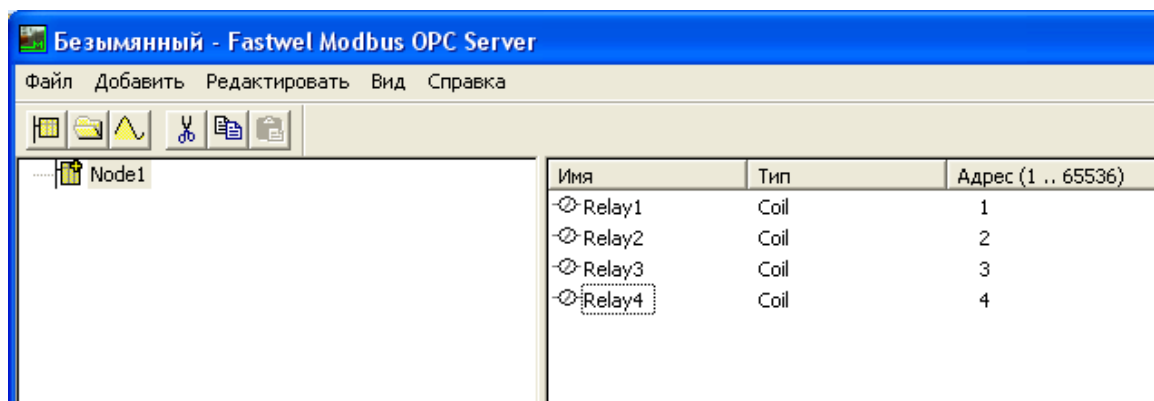

Рис. 14. Набор созданных тегов в конфигурации сервера
2.10.6. Повторяя последовательность действий п.п. 2.10.4. и 2.10.5, создать еще три подобных тега (рис. 14):